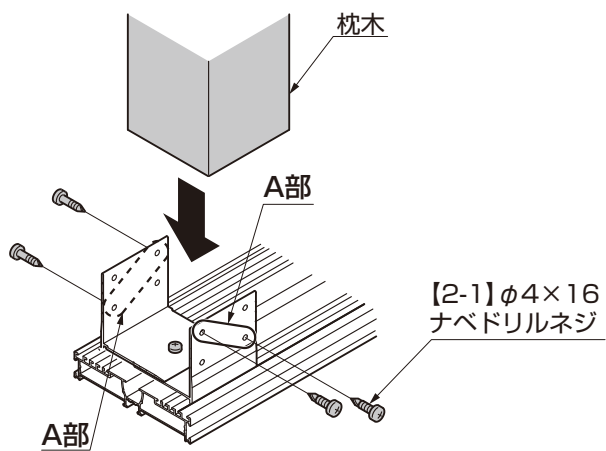

図3-6
- ③ 枕木を枕木取付部材のA部に【2-1】で取付けてください。(図3-6参照)
- ④ 枕木を任意の位置へスライドさせてから仮固定し、コンクリートを打設してください。